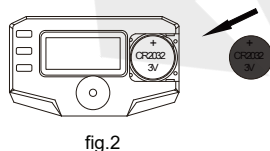

fig.2
---Coloque a bateria CR2032 no suporte da bateria (+) voltado para fora (fig. 2)